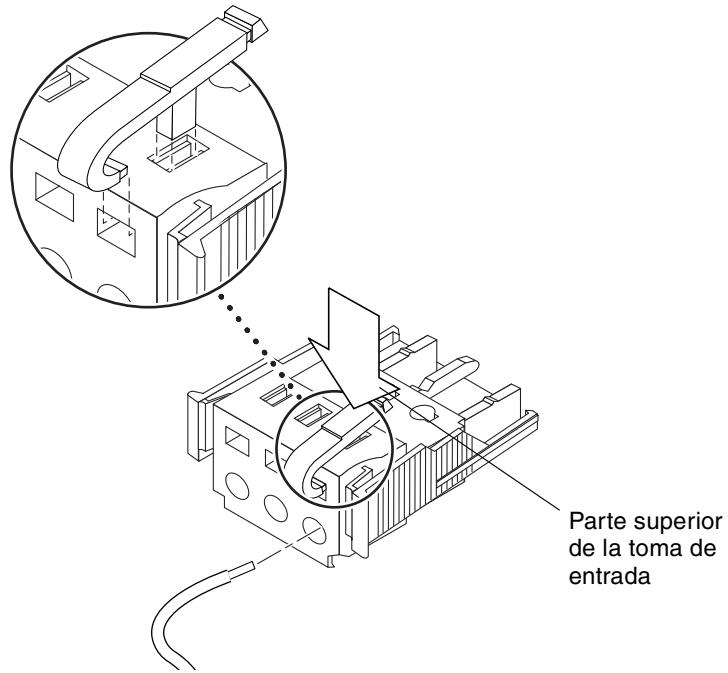
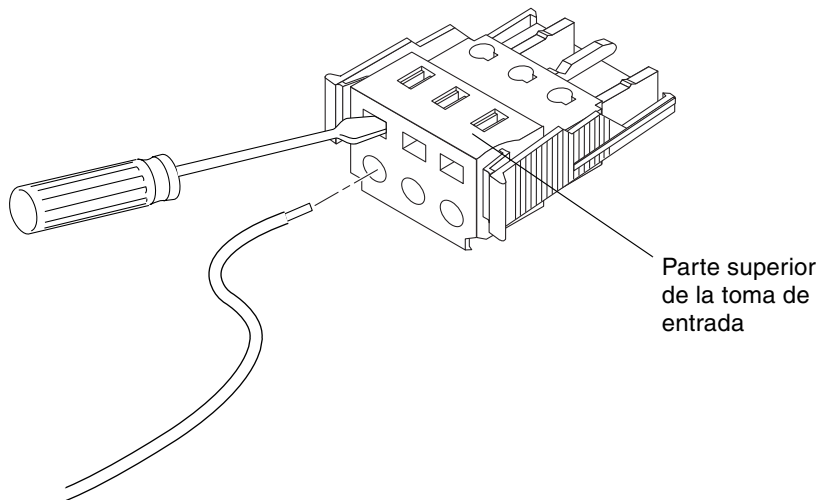

FIGURA 5-3 Apertura del fleje de la toma de entrada de CC mediante la palanca de accionamiento
FIGURA 5-4 Apertura de la abrazadera mediante un destornillador
- Introduzca la punta de la palanca de accionamiento de los flejes en el orificio rectangular situado justo encima del orificio de la toma de entrada de CC en el que desea insertar el primer cable. Presione la palanca hacia abajo (FIGURA 5-3).
- Inserte un pequeño destornillador en el orificio rectangular directamente encima del orificio de la toma de entrada de CC donde desee insertar el primer cable y presione el destornillador hacia abajo (FIGURA 5-4).
Si necesita suprimir un cable de una toma de entrada de CC, inserte la palanca de accionamiento de los flejes o un pequeño destornillador en la ranura que se encuentra directamente sobre el cable y presione hacia abajo (FIGURA 5-3 y FIGURA 5-4). Tire del cable de la toma de entrada de CC.